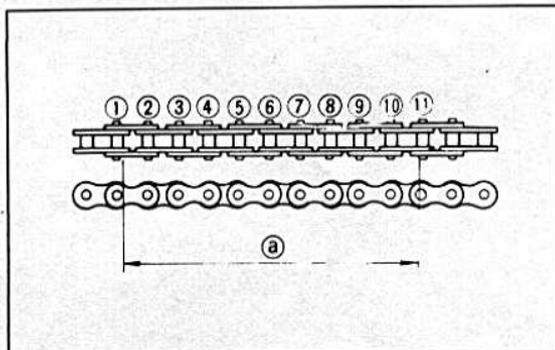

Bild 286
- Die Kettenlänge über 10 Kettenglieder messen (Bild 286). Die Grenzlänge beträgt 150,1 mm. Die Messung an verschiedenen Stellen der Kette durchführen.